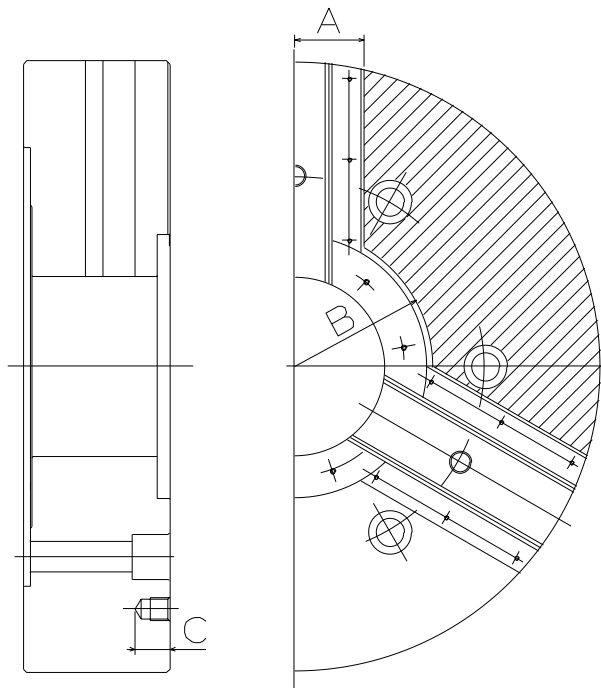

図 14
- ・ チャックボデー表面にロケータや治具を取付ける場合は、図 14 に示す追加工範囲内に穴明けを行ってください。